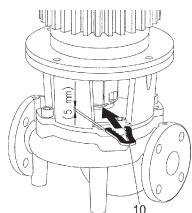

Fig. 13: Applicazione della forchetta di montaggio
10. Spingere la forchetta di montaggio (Fig. 13, pos. 10) tra la lanterna e il giunto. La forchetta di montaggio deve essere applicata senza gioco.
11. Serrare prima leggermente le viti del giunto (Fig. I/II/III/IV/V, pos. 1.41), finché le due metà del giunto non toccano gli anelli distanziali.
8. Smontare il giunto (Fig. I/II/III/IV/V, pos. 1.5).
9. Svitare le viti di fissaggio del motore (Fig. I/II/III/IV/V, pos. 5) presenti sulla flangia del motore e sollevare il propulsore dalla pompa con il dispositivo di sollevamento adeguato.
13. Spingere la forchetta di montaggio (Fig. 13, pos. 10) tra la lanterna e il giunto. La forchetta di montaggio deve essere applicata senza gioco.